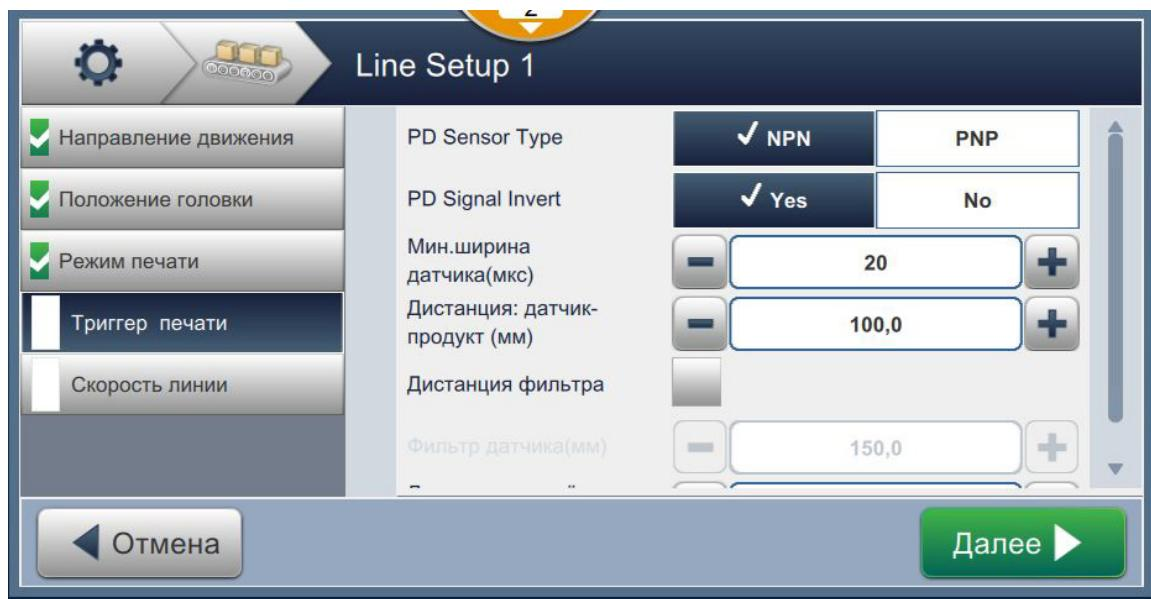

Рис. 6-32: Наладка линии – датчик продукта
- Нажмите параметр *Датчик продукта* на экране параметров наладки линии, как показано на Рис. 6-32.